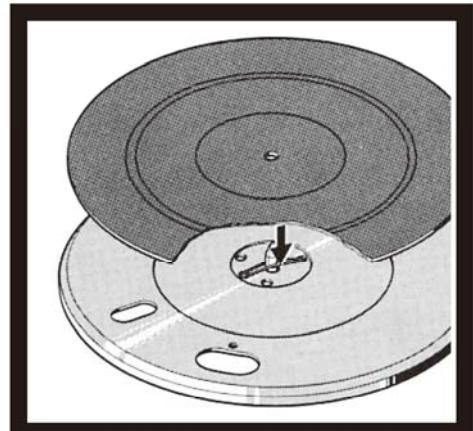

図 1
4. プラッターをサブプラッターの上に乗せ、プラッター中央の取り付け穴両側にある2個のセーフティ・スプリング（図 1）を、センター・スピンドルの溝にしっかりとはまるよう押し下げます。